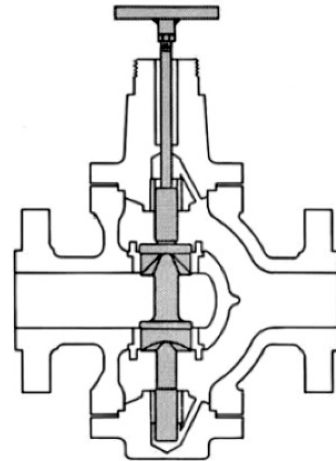

图 5
H. 将两或三片盘根 (17) 插入填料函，以便在研磨期间辅助引导阀杆和阀塞。
I. 将带 T 形手柄的钻洞攻螺棒拧在塞杆上，并用锁紧螺母固定。（见图 5）。